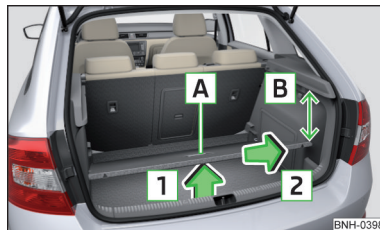

Abb. 112
- › Den variablen Ladeboden am Griff **A** in Pfeilrichtung **1** anheben, sodass sich dessen hinterer Bereich etwa 15 cm **B** unterhalb der Kante der Abdeckung befindet » Abb. 112.
- › Den variablen Ladeboden am Griff **A** » Abb. 112 fassen.
Beim Herausnehmen/Einsetzen des variablen Ladebodens ist der Abstand von 15 cm **B** » Abb. 112 unterhalb der Kante der Abdeckung einzuhalten - andernfalls besteht die Gefahr einer Beschädigung der Gepäckraumklappendichtung.